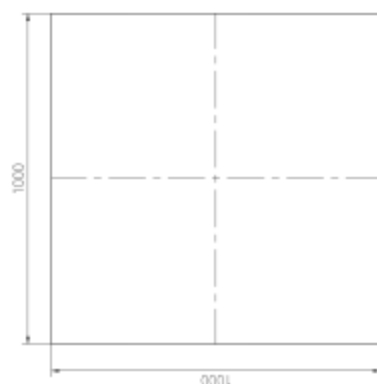
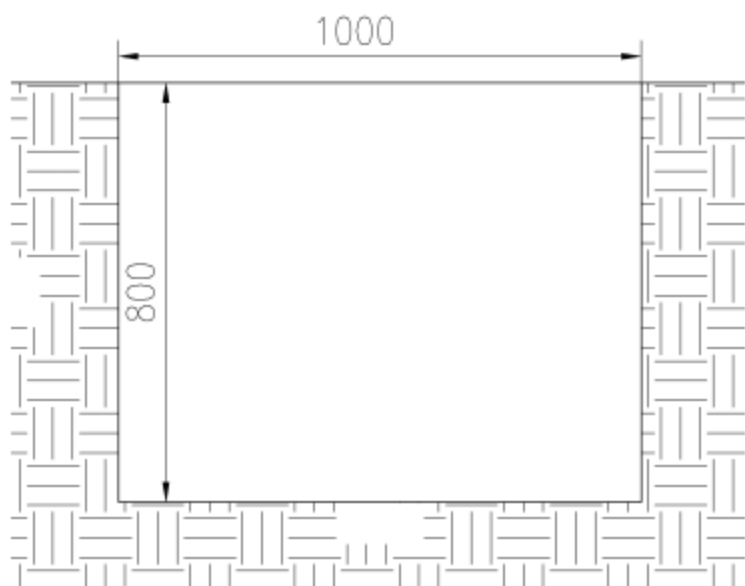

图2
图3
2) 按照混凝土基坑分布图（如图2），挖混凝土基坑，混凝土基坑的尺寸为1000mm×1000mm×800mm（长×宽×深），如图3；（注：安装器材各支撑立柱混凝土基坑处置不应为上大下小的形状；）